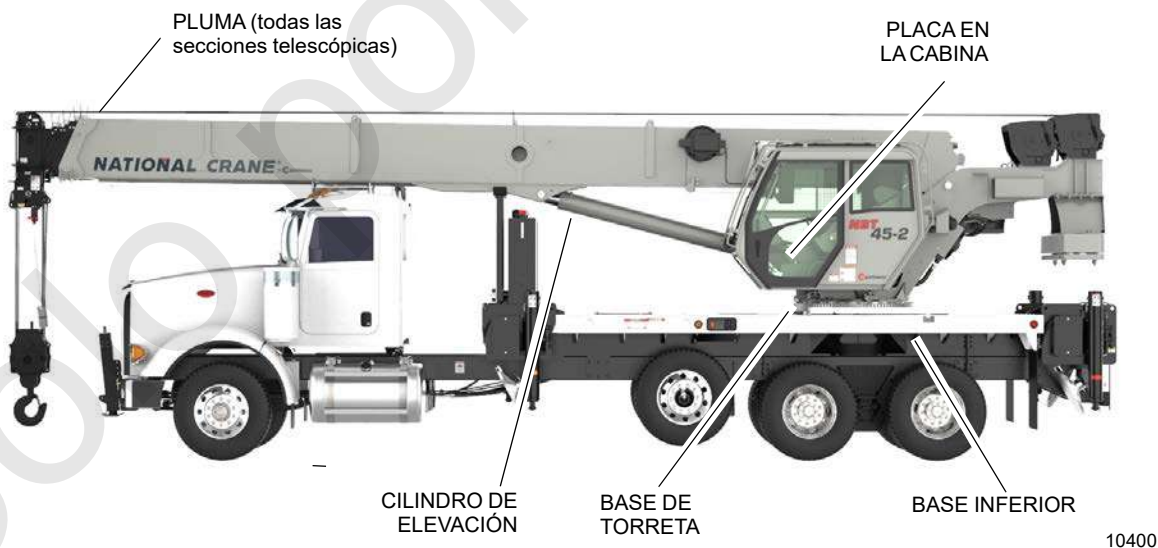

FIGURA 9-1
- **Identificación del número de serie:** la Figura 9-1 muestra las ubicaciones típicas del número de serie de los componentes principales de la grúa. **Vea “Etiquetas” en la página A-1.**